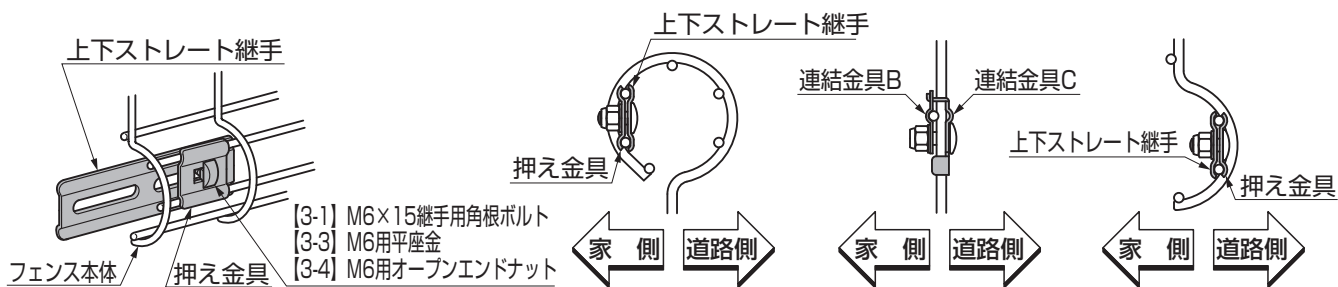

図2-1
- ④【3-1】【3-3】【3-4】をあらかじめ仮締めし、フェンス本体どうしをストレート継手と押え金具で連結し、【3-1】を通して、90°回転した後、【3-4】を完全に締め付けてください。(図2-1参照)
- ⑤フェンス本体継目の中間部を本体連結金具B、Cで連結してください。
- ⑥すべてのボルト、ナットを完全に締め付けてください。
- ⑦フェンスの垂直、レベルを出し、柱脚部にモルタルをうめて、硬化、固定してください。
①CZA柱はコーナーをはさんで両側に立ててください。